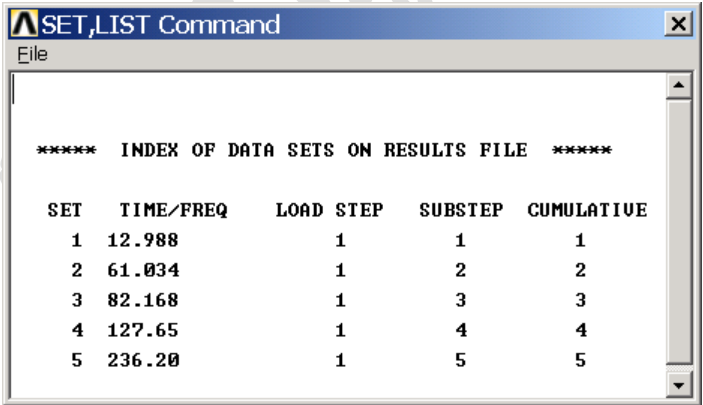

图10.24 模态计算结果
(20) 下面进入后处理。单击 Main Menu>General Postproc>Results Summary 菜单，将弹出列表显示模态结果对话框，如图 10.24 所示。